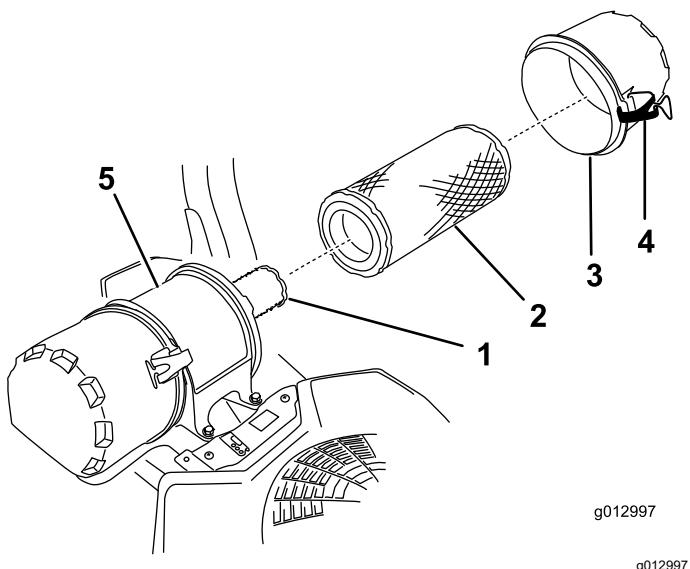

Figura 28
- Liberte os trincos do filtro de ar e puxe a tampa para fora do corpo do filtro (Figura 28).
- Deslize suavemente o filtro exterior para fora do corpo do filtro de ar (Figura 28).
2. Se substituir o filtro interior, empurre-o com cuidado para o corpo do filtro (Figura 28).
3. Deslize cuidadosamente o filtro exterior sobre o filtro de segurança (Figura 28).